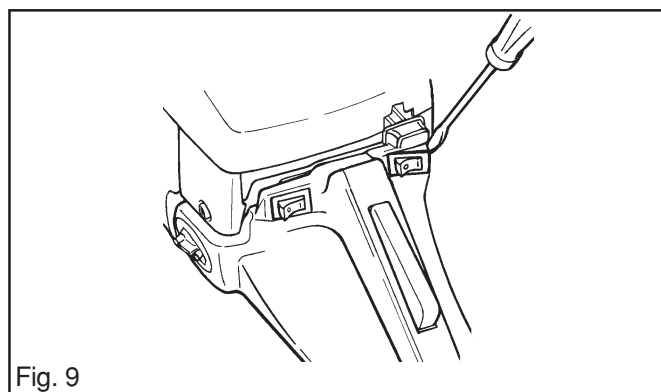
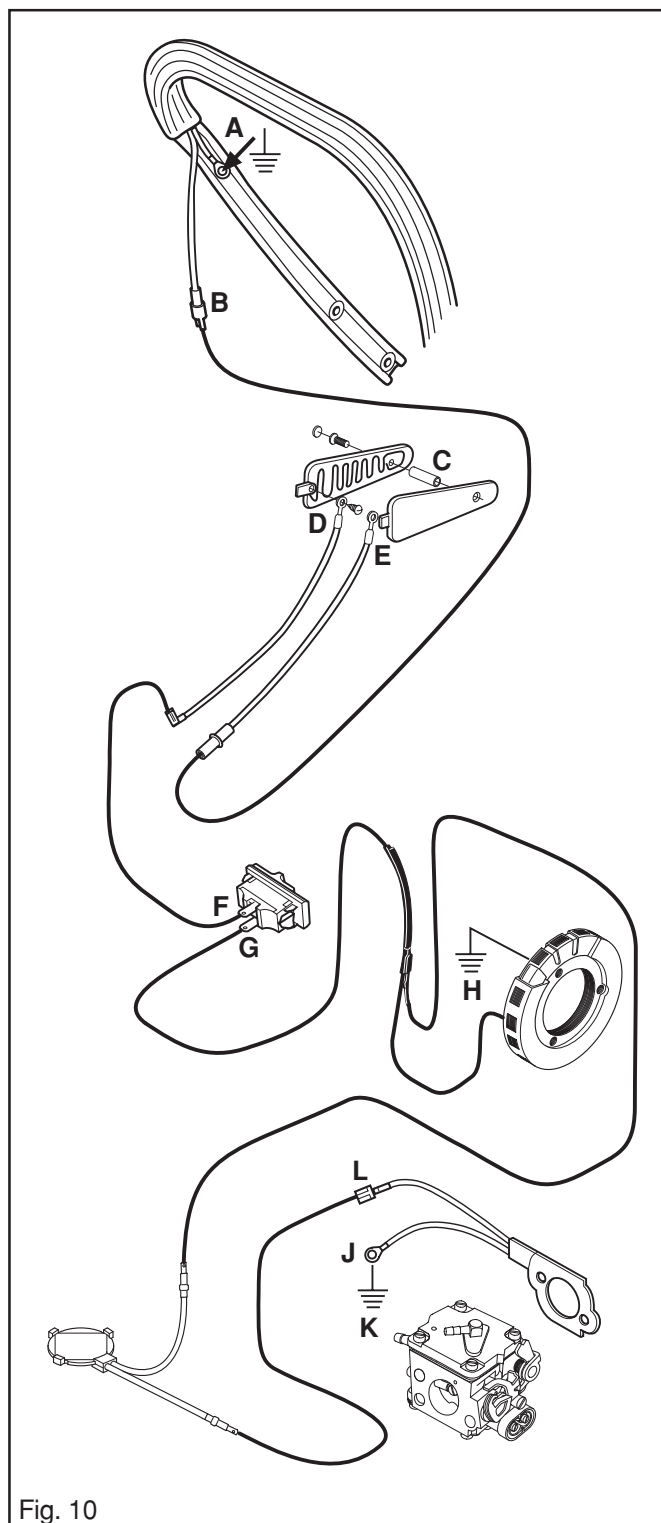

Fig. 9
Fig. 10
Diviser le raccord de câble au niveau du point B (voir la fig. 10). Retirer l'interrupteur à l'aide d'un tournevis (voir la fig. 9). Mettre l'interrupteur sur la position "0". Nettoyer les contacts D, E, F et G (voir la fig. 10). Mesurer la résistance entre les points B et F, entre D et C et entre E et C (voir la fig. 10). La résistance des deux éléments chauffants doit être de 0,6-2,4 ohm. Entre D et C et entre E et C, la résistance doit être de 0,3-1,2 ohm.
Mesurer la résistance du serpentin chauffant de l'étrier de la poignée entre les points A et B. (voir la fig. 10). L'ohmmètre doit indiquer 3-4 ohm. Si la valeur est supérieure, changer l'étrier de la poignée.
Mesurer la résistance du générateur entre les points G et H (voir la fig. 10). L'ohmmètre doit indiquer 0,3-1,3 ohm. Si la valeur est supérieure, changer le générateur.
Détacher un des raccords de l'interrupteur et connecter un ohmmètre entre les points F et G (voir la fig. 10). L'ohmmètre doit indiquer plus de 1000 ohm quand l'interrupteur est sur la position "0". L'ohmmètre doit indiquer au maximum 0,1 ohm quand l'interrupteur est sur la position "1". Remplacer l'interrupteur si les valeurs diffèrent.
1. Retirer l'interrupteur et détacher les câbles. Voir la fig. 9.